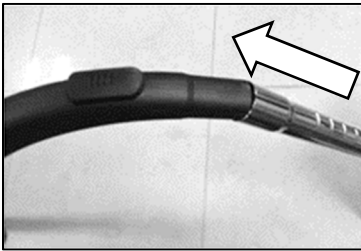

Fig3
3. **Lidhni tubin teleskopik me kthesat:** Lidhni fundin e zorres me tubin teleskopik. (Fig3)
4. **Lidhni vegla të ndryshme të grykës në tub për qëllime të ndryshme pastrimi:** Vendosni furçën e dyshemesë në tub teleskopik. Rregulloni dhe zgjidhni aksesorët për llojin e dyshemesë, për qilim ose dysheme (Fig3); 2in1 furçë e kombinuar e zgjatur për divan, sipërfaqe muri, perde, cep ose hapësirë midis mobiljeve etj.